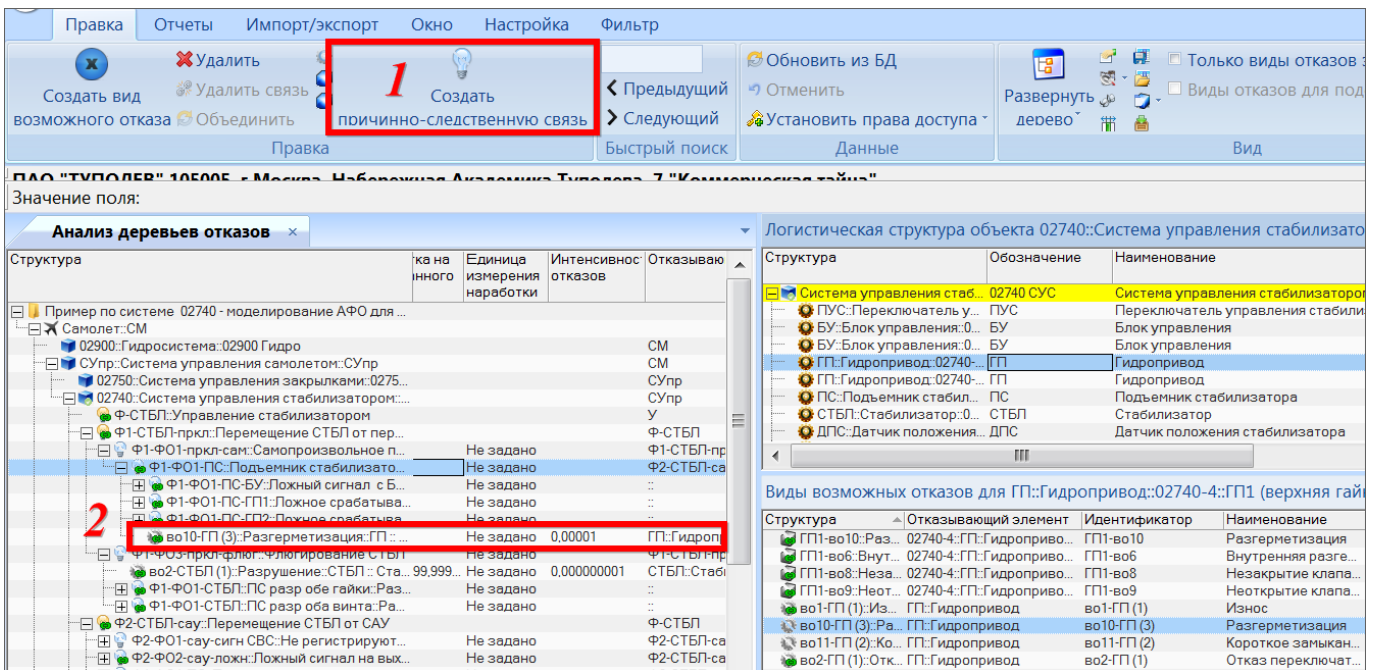

Рис. 10-340 – Установление причинно-следственной связи между КО и выбранным видом отказа
- 5) В результате откроются связанные окна «Логистическая структура» для выбранного АО и «Виды возможных отказов» для объекта, выбранного в этом окне (рис. 10-340).